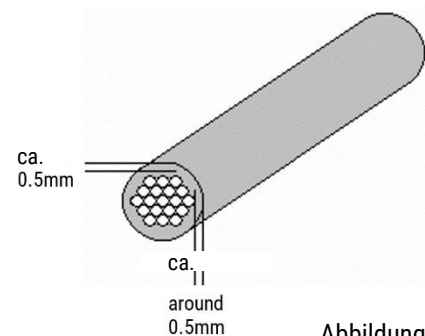

Abbildung 2
- Entfernen Sie überschüssiges Gummi von den Seilen, um eine einheitliche Form zu gewährleisten, bevor Sie die Seile ablängen. Siehe Abbildung 2.